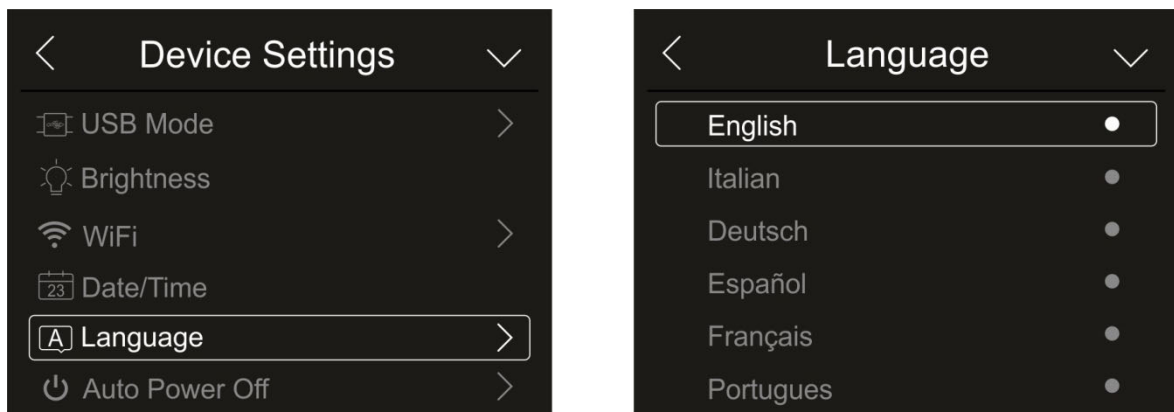

Abb. 17: Einstellung der Systemsprache
1. Berühren Sie "Language", um sie Sprache des Systems einzustellen. Die Bildschirmseite in der Abb. 17 – rechte Seite erscheint im Display: